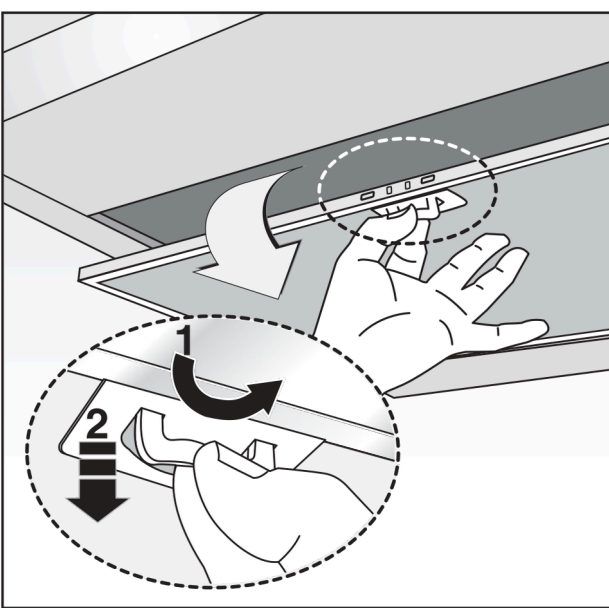

Fig.15
- Om din apparat är försedd med ett nedre rökrör som behöver fästas vid flätkåpan med skruvar, ska fettfiltren först plockas ur kåpan, det gör du genom att vrida på handtagen (Fig.15).